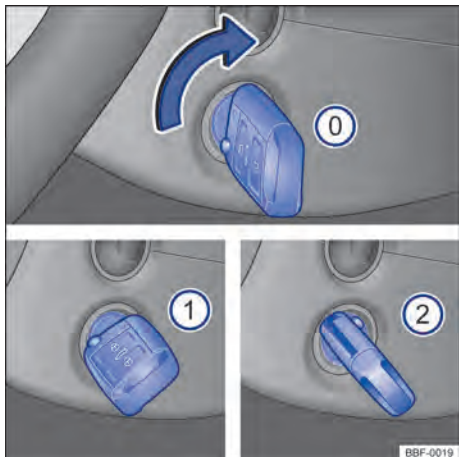

Fig. 91 Al lado del volante de la dirección, a la derecha: posiciones de la llave del vehículo en la cerradura de encendido.
Posiciones de la llave del vehículo → **fig. 91**
- ① Encendido desconectado. La llave del vehículo puede ser retirada.
- ② Encendido conectado.
- ③ Pise el pedal del freno (*vehículos con transmisión automática*), o el pedal del embrague (*vehículos con transmisión manual*) y encienda el motor. Cuando el motor arranque, suelte la llave del encendido. Al soltar, la llave del vehículo vuelve a la posición → **fig. 91** ①.
- *Vehículos con cerradura de encendido:* girar la llave del vehículo a la posición → fig. 91 . El encendido está conectado.
- *Vehículos con cerradura de encendido:* gire la llave del vehículo en la tambor de ignición hacia la posición → **fig. 91 ②** – no acelerar. Cuando el motor comience a funcionar, soltar la llave del vehículo en la cerradura de encendido.
- *Vehículos con cerradura de encendido:* girar la llave del vehículo en la cerradura de encendido a la posición → **fig. 91 ①**.